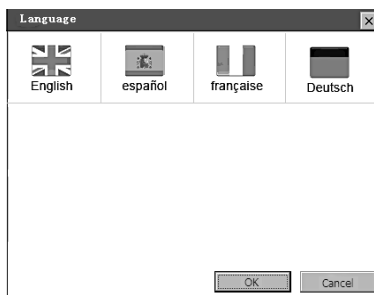

Figura 3.3
- 2) Use el botón de desplazamiento **ARRIBA/ABAJO** para seleccionar el idioma deseado y presione el botón **OK** para guardar la selección y regresar a la pantalla previa. (Figura 3.3)